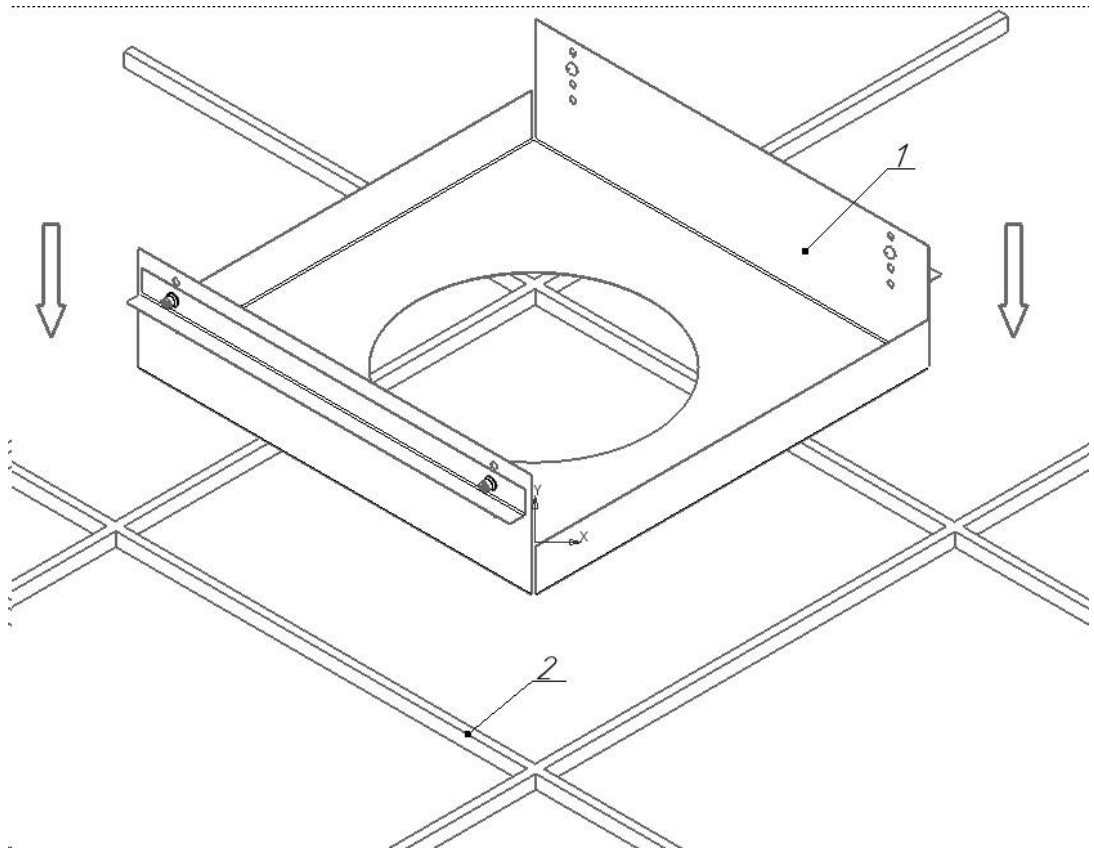

Рисунок 5 - Схема установки светильника в потолок Грильято
5.4.2 Установите крепление DL/GR в потолок Грильято (см. рисунок 5).